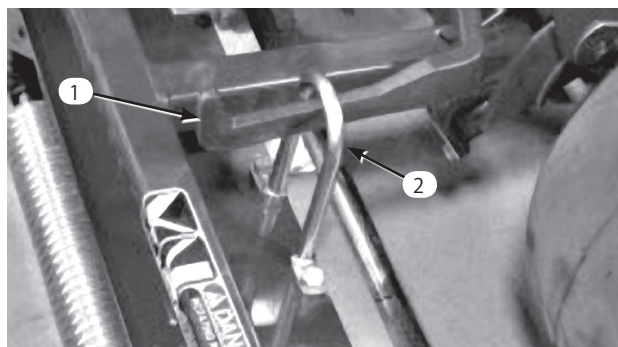

図10
3. カuttingユニットをプルフレームの下に引き入れ、吊り輪（フープ）を昇降アームに引っかける（図10）。